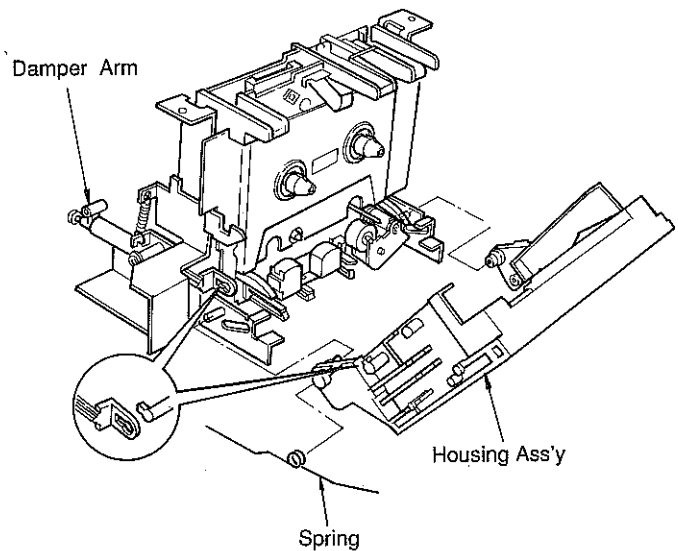

Fig. 4
- a. Detach the spring in fig. 4.